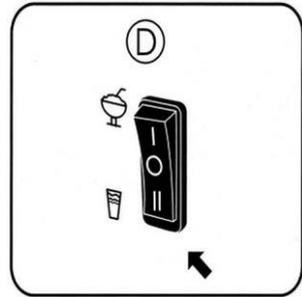

Fig. 5
Le réservoir gauche est conçu pour les boissons fraîches. Basculer l'interrupteur (D) sur la position « Refroidissement » pour préparer dans ce réservoir une boisson fraîche, comme montré sur la fig. 5.